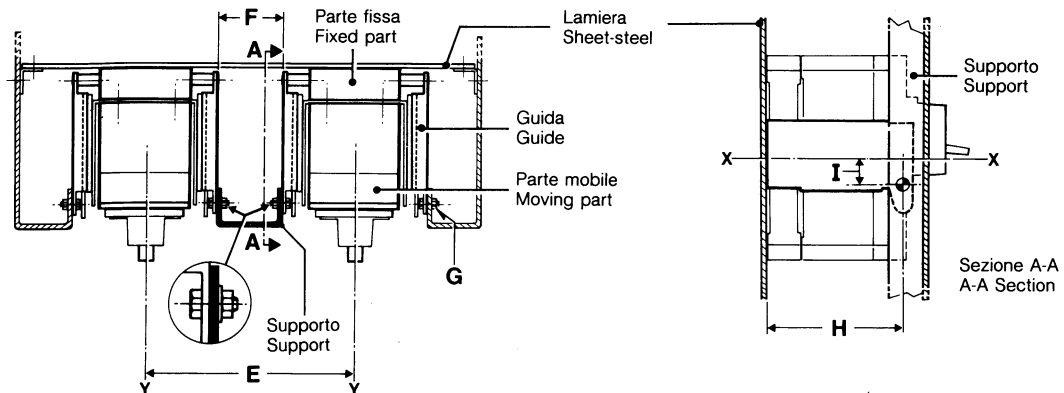

Fig. 5
Per evitare distorsioni delle guide della parte fissa degli interruttori sezionabili, è necessario imbullonare le guide stesse ad appositi supporti oppure in caso di montaggio in cella, alle relative pareti laterali. Nel caso di interruttori montati affiancati (vedere fig. 5), le guide devono essere imbullonate anche ad un apposito sostegno interposto tra i due interruttori e opportunamente vincolato alla struttura della cella stessa.
To prevent the guides buckling on the fixed part of draw-out circuit-breakers, these must be bolted to special supports or, in the case of mounting in compartments, to the side walls. For circuit-breakers mounted side by side (see fig. 5), the guides must also be bolted to a special support inserted between the two circuit-breakers and fixed to the structure of the compartment itself. The overall dimensions (F) of this support must be taken into account when defining the minimum center distance between the two draw-out circuit-breakers mounted side by side.